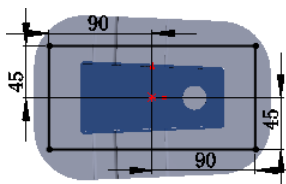

图 10.7.8 横断面草图
Step2. 绘制草图。选取前视基准面作为草图基准面，绘制图 10.7.8 所示的横断面草图。